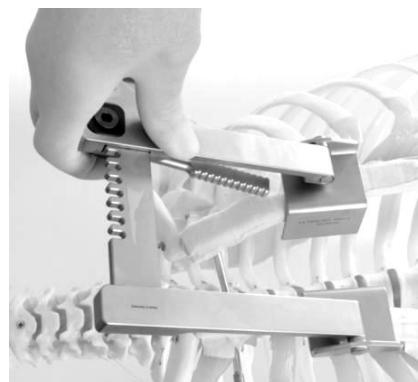

Abb. 12
- 9 V. a. bei kleinem Situs, wie er bei Z-Schnitt-Sternotomie die Regel ist, ist der Präparationsraum extrem klein, wodurch beispielsweise die Kännulierung aber auch nachfolgende Präparationsschritte den Operateur überdurchschnittlich fordern. Der MARJAN MGH Spreizer löst dieses Problem durch die Möglichkeit, den gesamten Spreizerrahmen um die Achse der Blätter herum nach cranial zu flippen. Ergebnis: Ein völlig frei zugänglicher Situs (vgl. Abb. 12).